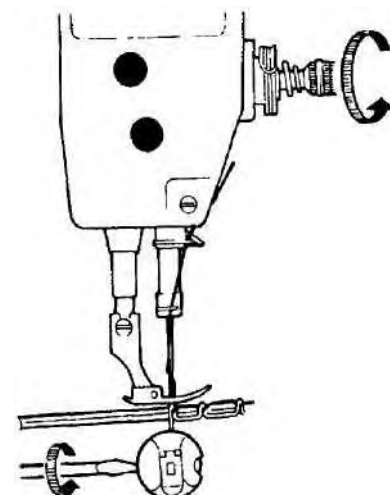

Рис.27.
(1) Натяжение игольной нити слишком сильное или натяжение шпульной нити слишком слабое, поверните гайку с накаткой регулятора натяжения против часовой стрелки, чтобы уменьшить натяжение игольной нити или затяните регулировочный винт шпульного колпачка небольшой пластмассовой отверткой, чтобы увеличить натяжение шпульной нити (рис. 27).